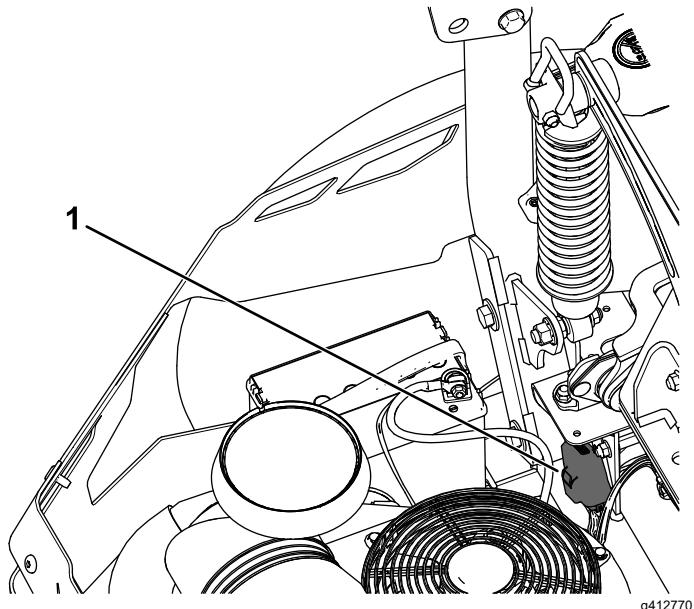

Figure 57
Remarque: Pour les tondeuses MyRide, assurez-vous que le câble de masse ne frotte pas contre le bras tiré ou le support inférieur de l'amortisseur (Figure 57).
Les fusibles se trouvent à l'arrière, près du moteur (Figure 57).
2. Remplacez le fusible (Figure 57).